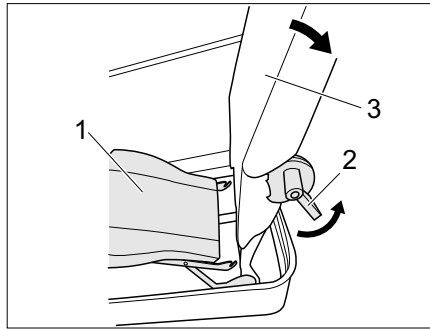
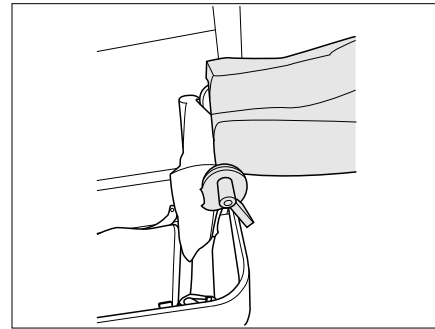

Fig. 221 Décrocher l'assise
Fig. 222 Dossier tourné à 90° vers l'arrière
- Décrocher l'assise (Fig. 221,1) et l'abaisser.
- Actionner le levier 1 (Fig. 221,2) et tourner le dossier (Fig. 221,3) à 90° vers l'arrière (Fig. 222).